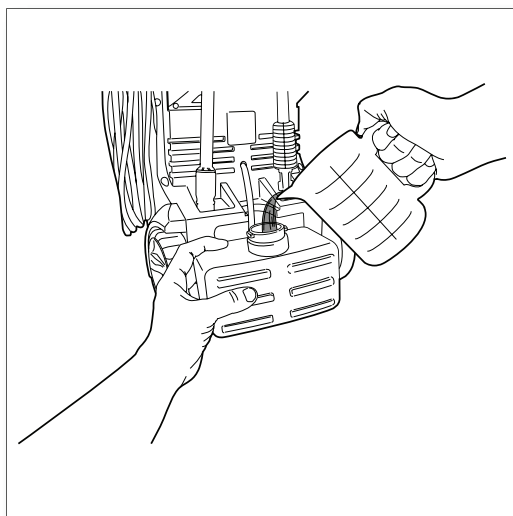
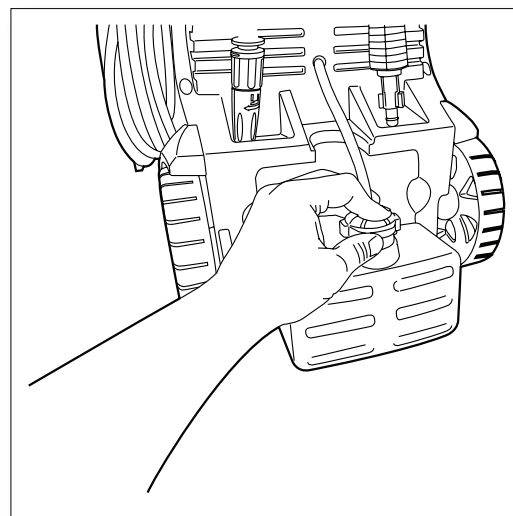

Fig.11
Fig.12
- Cuando utilice detergente, utilice el detergente y la cantidad de agua apropiados, según se muestre en las instrucciones del envase (Fig. 11). El tanque de detergente incluye un alambre que se enrosca en la parte superior de la tapa. En caso de no encontrar el alambre, búsquelo dentro del tanque y enrósquelo en la parte superior (Fig. 12).